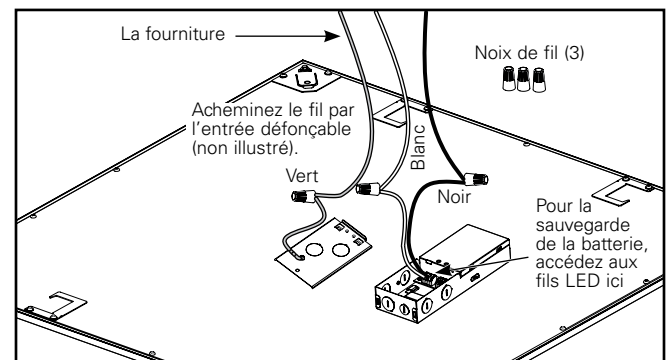

Figure 5.
- Utilisez une entrée défonçable pour acheminer le câble d'alimentation. Utilisez les trois capuchons de connexion fournis pour raccorder le fil de mise à la terre au câble d'alimentation vert, le câble noir (Li11ne) au câble d'alimentation noir et le câble blanc (neutre) au câble d'alimentation blanc. (Figure 5.)
Remarque: Cet appareil est compatible avec les systèmes de batterie de secours, notamment les Surelites EBPLED7W et EBPLED14W. Si vous utilisez un système de batterie de secours, retirez la plaque de protection du pilote pour accéder aux fils de charge des voyants et suivez les instructions de câblage de la batterie de secours (Figure 5). Assurez-vous que la plaque de protection du conducteur est réinstallée après le câblage.